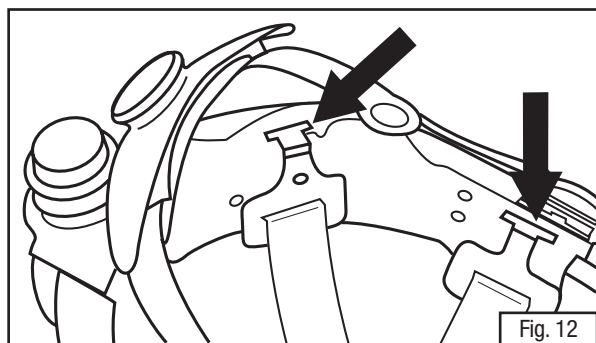

Fig. 12
- Avec la pièce faciale à l'envers, libérer la coiffe de tête de la coque de la pièce faciale en poussant vers le haut sur les crochets en plastique des courroies en tissu. Les crochets sont illustrés à la Fig. 12.